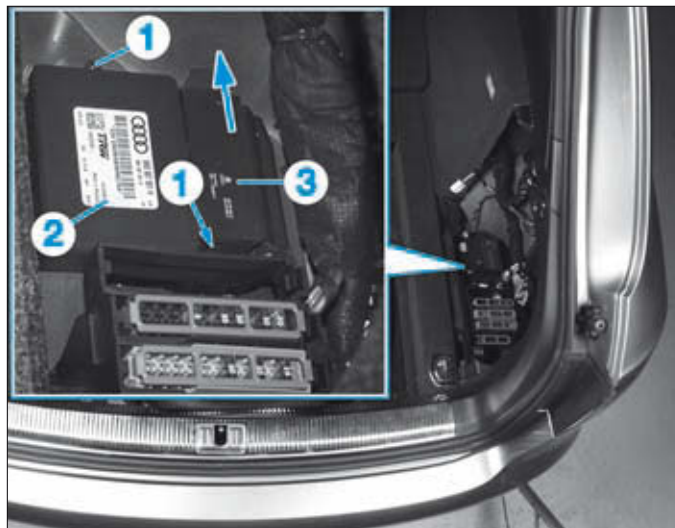

FIG. 22
- Dégrafer la garniture latérale droite du coffre à bagages (Fig.22).
- Dévisser les écrous (1) du calculateur (2).